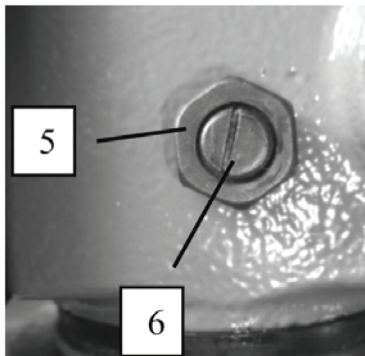

Рис. 6
6.9. Переместите шпиндель в нижнее положение и проверьте наличие поперечного люфта шпинделя, покачав за сверлильный патрон 9 (Рис.1). Если люфт ощутим, его можно минимизировать, проворачивая по часовой стрелке винт 6 (Рис.6), предварительно отпустив контрящую гайку 5 (Рис. 6). По завершению регулировки затяните контрящую гайку. Помните, затягивая винт 6 (Рис. 6) вы прижимаете шпиндель. Усилия возвратной пружины может оказаться недостаточным для автоматического подъема шпинделя в исходное положение.